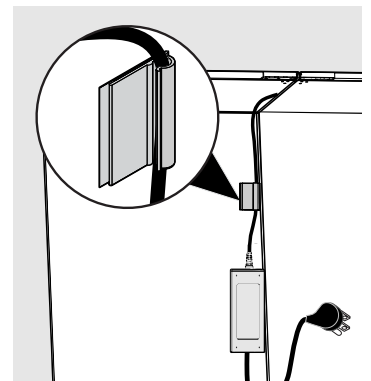

Fig. 12
12. Si le bloc d'alimentation ne peut pas être placé sur le dessus de l'unité, collez-le verticalement sur la paroi arrière de l'unité et assurez-vous que le connecteur à trois broches est orienté vers le bas (Fig. 12).